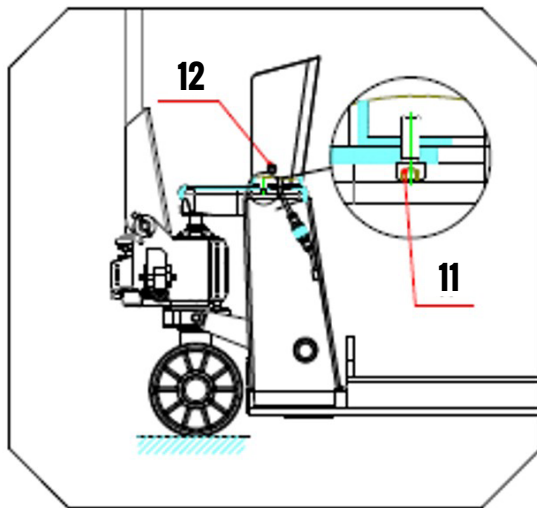

Fig. 6
- 3.2.1 Vea la Fig 6, coloque la estructura de la báscula en dirección correcta y alinear los orificios.
- 3.2.2 Coloque el tornillo 11 a la estructura de la caja como se muestra en la Fig 6.
- 3.3.1 La interfaz de carga 12 se encuentra del lado derecho de la estructura de la báscula, ver Fig 6.